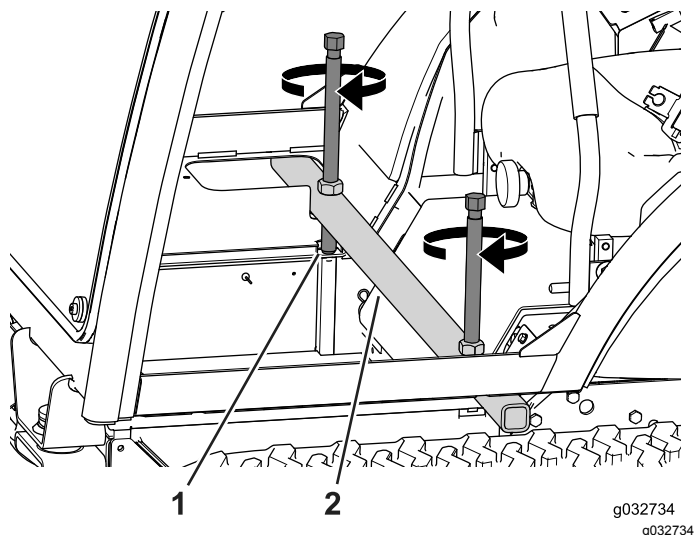

図 113
3. キャブフレームに昇降バーをセットする 図 113。
4. 左右の昇降ねじを交互にそれぞれ数回ずつ回転させてキャブを徐々に前傾させる図 113。